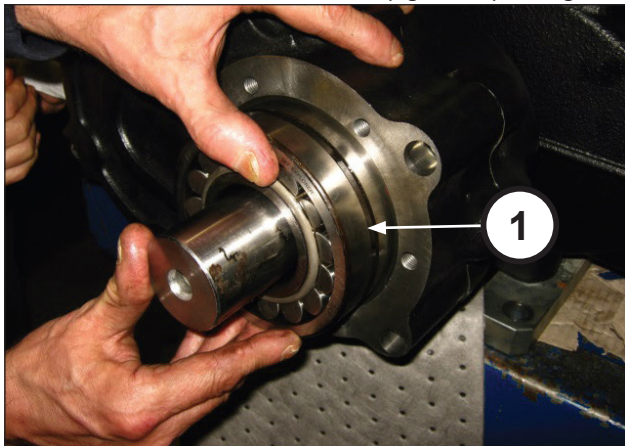

Fig. 80
Monter le roulement 60x130x46 sur le pignon (rep. ①, Fig. 80).